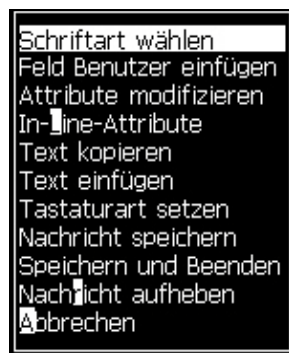

Abbildung 5-48: Menü Editor
- 1 Drücken Sie die Taste *Alt + E* oder drücken Sie *F1*. Das Menü *Editor* erscheint (siehe Abbildung 5-48 auf Seite 5-59).